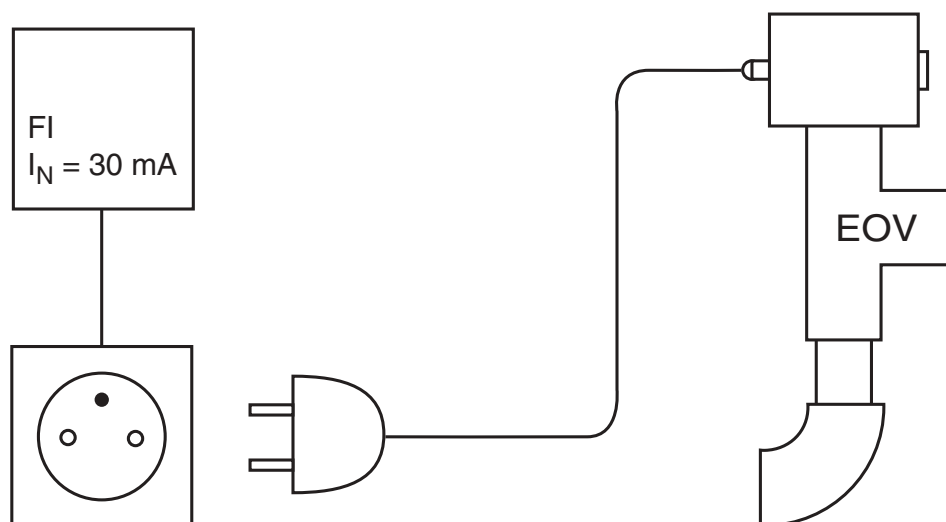

Fig. 2
A ligação do equipamento ao circuito eléctrico faz-se por meio do cabo flexível e deve ser conectada através da protecção de corrente com a corrente errónea  $I_N = 30$  mA que protege as pessoas contra o lesionamento com a corrente perigosa fig 2.
*De aansluiting van de inrichting op het elektrische circuit is d.m.v. een flexibele kabel en dient via de stroombescherming te worden ingeschakeld met een foutstroom  $I_N = 30$  mA, die mensen tegen verwonding met gevaarlijke stroom beschermt fig. 2.*
*Le raccordement de l'équipement se fait à l'aide d'un câble souple et doit être mis en marche par un interrupteur de protection de  $I_N = 30$  mA qui protège contre les accidents graves d'électrocution fig. 2.*